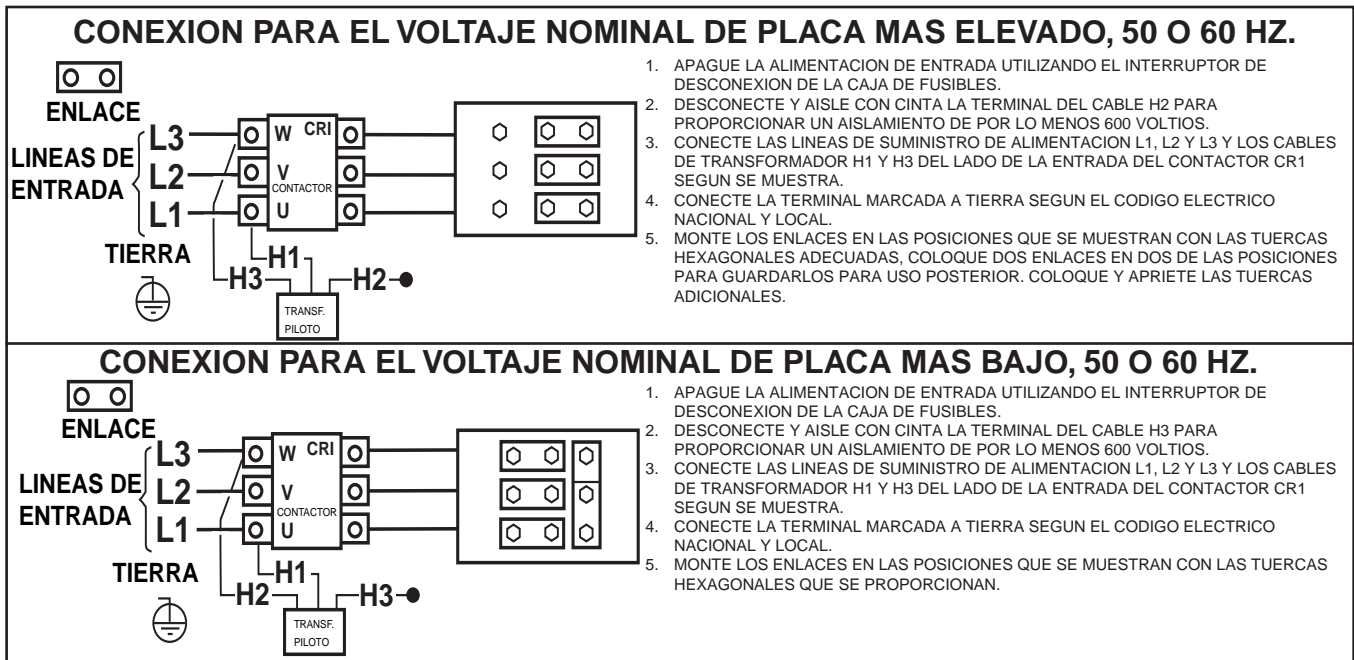

FIGURA A.4- Posiciones de la Placa del Panel de Reconexión para Máquinas de Voltaje Dual
1. Para el Voltaje Dual, a excepción de 380/500-460/575, consulte la Figura A.4. (M15009)